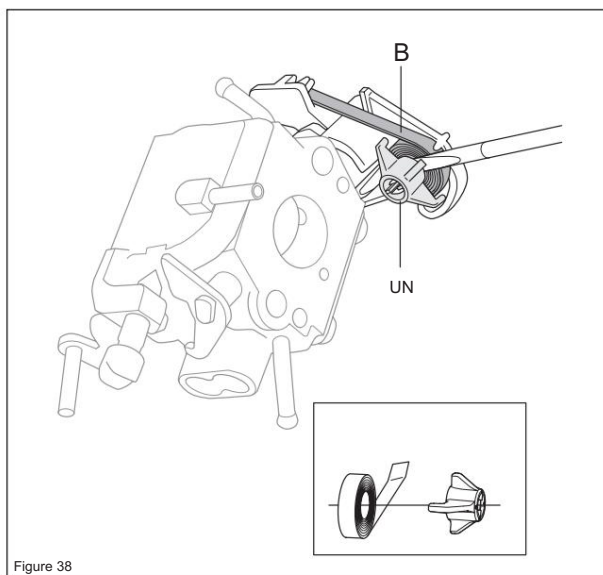

Figure 38
D bloquer la douille de verrouillage (A)   l'aide d'un tournevis. (voir figure 38)
D monter le bilame (B). (voir figure 38)
Assemblage du manchon de verrouillage. (A) (voir figure 38)